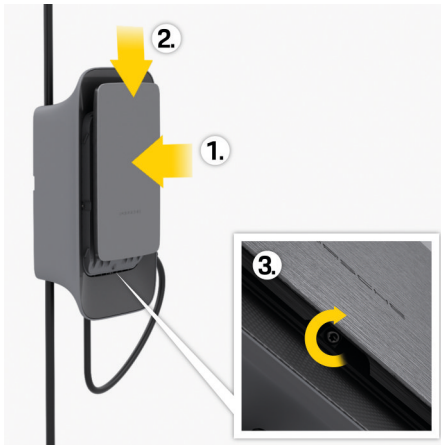

Fig. 88: Feste design front
1. Løsne skruen nederst på designfronten **3** ▸ (Fig. 88).